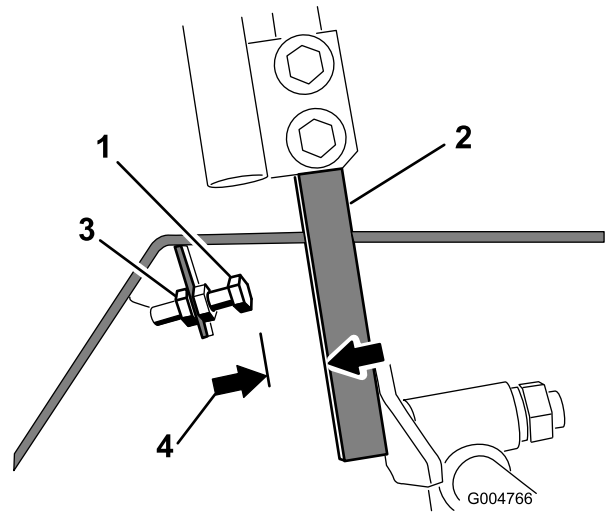

Figure 89
4. Desserrez l'écrou de blocage sur le boulon d'arrêt de l'un des leviers de commande (Figure 89).